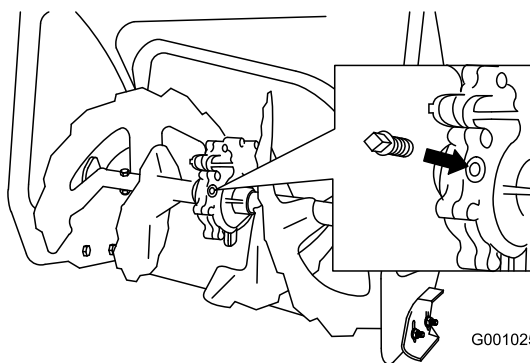

Figure 35
2. Nettoyez la surface autour du bouchon de tuyau (Figure 35).